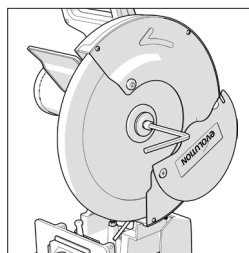

Fig. 4
- Utilisez la clé hexagonale fournie pour desserrer la vis de l'arbre. (**Fig. 4**)